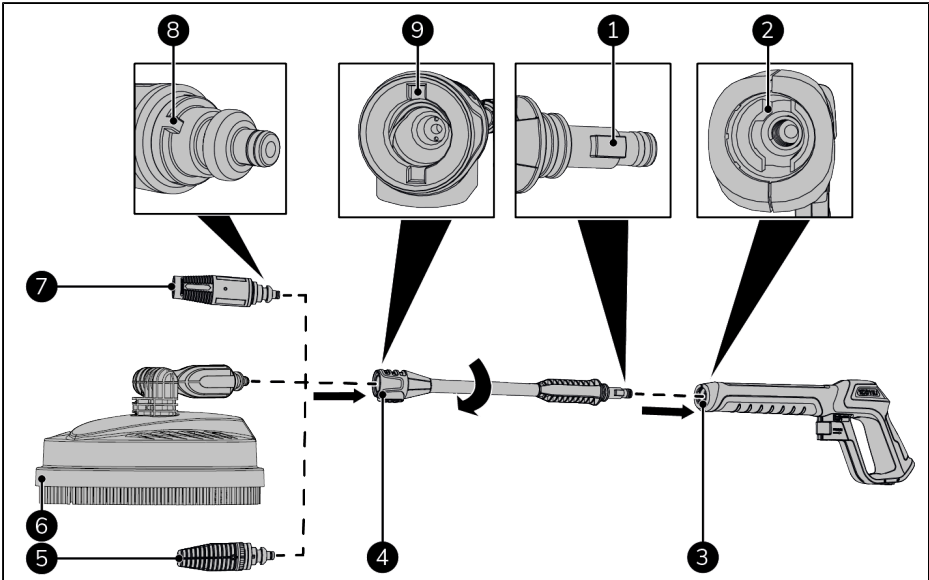

Abbildung 54.
1. Richten Sie die Kante der Düse oder des Bodenreinigers (Abbildung 54, Pos. 8) mit der Nut in der Verlängerungslanze (Abbildung 54, Pos. 9) aus.
2. Führen Sie die Düse oder den Bodenreiniger (Abbildung 54, Pos. 5, 6 oder 7) in die Verlängerungslanze (Abbildung 54, Pos. 4) ein.
4. Richten Sie die Kante der Verlängerungslanze (Abbildung 54, Pos. 1) mit der Nut in der Strahlpistole (Abbildung 54, Pos. 2) aus.
5. Stecken Sie die Verlängerungslanze (Abbildung 54, Pos. 4) in die Strahlpistole (Abbildung 54, Pos. 3).